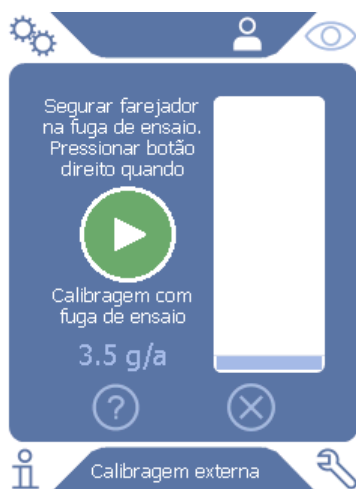

Fig. 14: Tela na calibragem externa
- 2 Insira a taxa de fuga para a calibragem do gás de ensaio e confirme com . Alternativamente, você pode definir a taxa de fuga desejada através da tela de calibragem na tela de toque, veja "Fig. 14: Tela na calibragem externa", página 45.